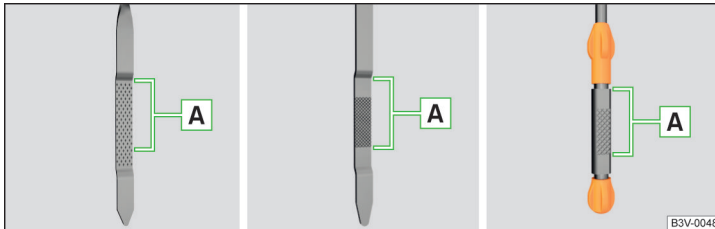

Abb. 234 Ölmesstabvarianten
Der Ölstand muss im Bereich **A** liegen » Abb. 234. Liegt der Ölstand unterhalb des Bereichs **A**, das Öl nachfüllen.
- Der Ölstand darf keinesfalls außerhalb des Bereichs **A** liegen » Abb. 234 - anderenfalls besteht die Gefahr der Beschädigung des Motors sowie der Abgasanlage.